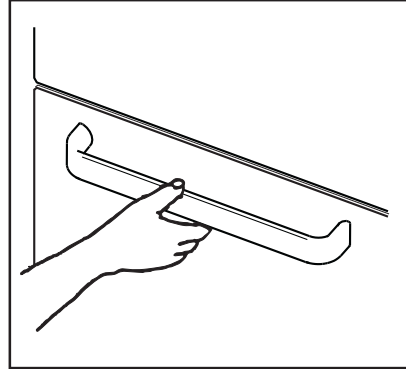

Рис. 5
**Для того чтобы открыть дверцу духового шкафа, всегда беритесь за центральную часть ручки (Рис. 5).**